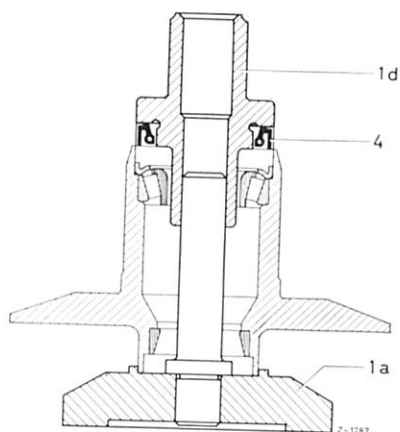

Bild 33-5/7
tungsmasse bestreichen und mit der Vorrichtung (1) einpressen (Bild 33-5/7).